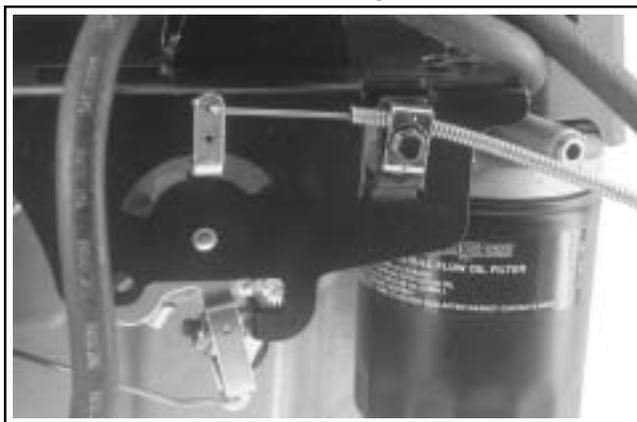

Figura 5-12. Staffa di comando dell'acceleratore con comando unico di acceleratore/starter.
Alcuni motori sono dotati di comando "unico" per acceleratore e starter. Questo gruppo consente di controllare lo starter e l'acceleratore con una sola leva. Vedere Figura 5-12.
1. Allentare la guaina del cavo di comando dell'acceleratore. Vedere Figura 5-12.